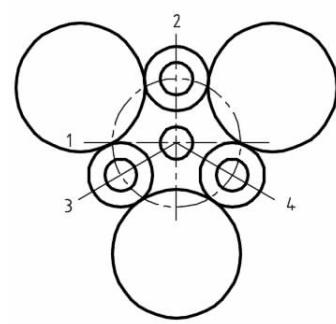

图 2-25 绘制法兰盘步骤四
(4) 用“相切、相切、半径”方法画圆，半径为 20 mm，如图 2-25 所示。